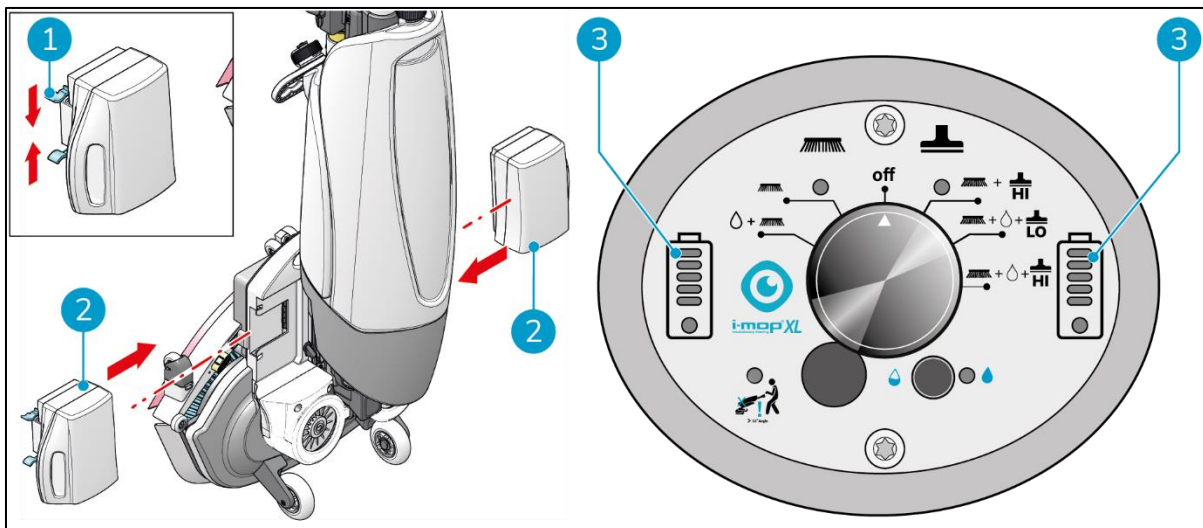

Figure 17
1. Pousser la pile codée en bleu (Figure 17, pos. 2) dans le logement de la pile bleue. Un clic indique que la pile est verrouillée en place (Figure 17, pos. 1).
3. Pendant le fonctionnement, les indicateurs de batterie (Figure 17, pos. 3) sur le panneau de commande indiquent la quantité d'énergie restante.